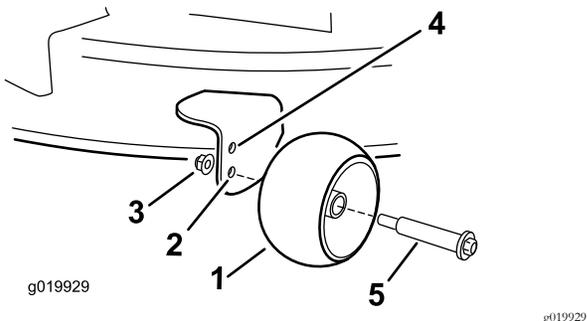

Figura 27
- Taladro superior – utilice esta posición cuando la carcasa de corte está en la posición de altura de corte de 63 mm o menos (Figura 27).
- Taladro inferior – utilice esta posición cuando la carcasa de corte está en la posición de altura de corte de 76 mm o más (Figura 27).